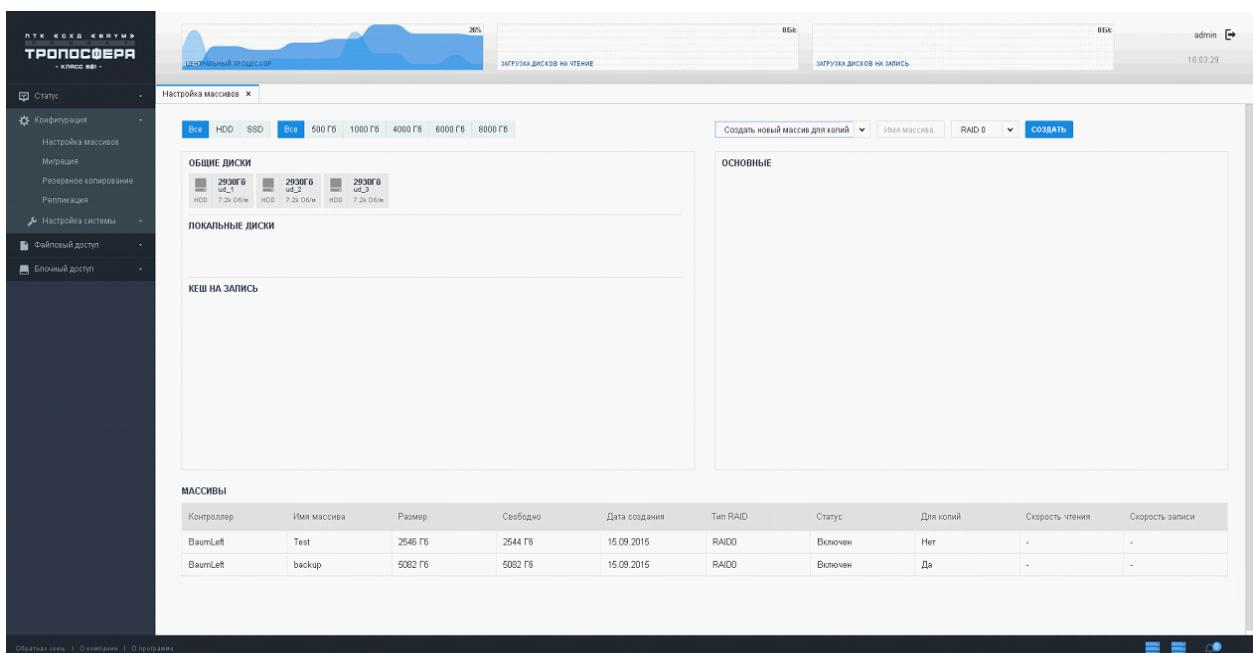

Рисунок 86 - Проверка физических дисков
- 2) В областях «Общие диски» и «Локальные диски» проверить количество дисков и информацию о каждом диске (см. Рисунок 86).